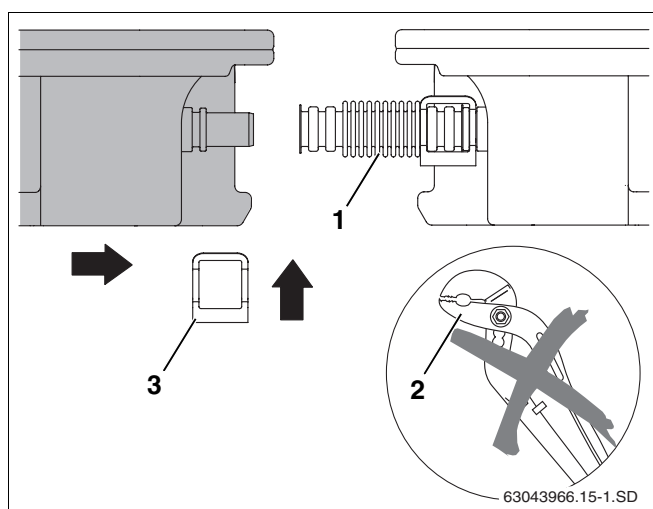

Fig. 49 Posizionamento del collettore contro il primo
- Non utilizzare alcun attrezzo ausiliario, quale può essere le tenaglia (fig. 49, **pos. 2**). Tali attrezzi potrebbero rendere inutilizzabile il tubo di raccordo.
- Spingere il secondo collettore contro il primo collettore in maniera tale che gli attacchi del collettore si infilino nei tubi di raccordo flessibili in acciaio (fig. 49, **pos. 1**) premontati del primo collettore.
- Far scorrere la seconda clip di fissaggio (fig. 49, **pos. 3**) lungo il tubo di raccordo fino alla battuta dell'attacco.